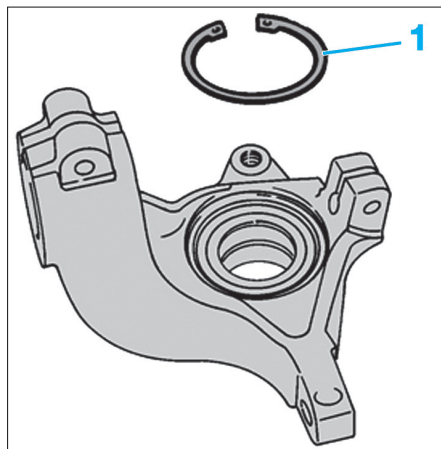

Fig. 32
- le circlips (1) de maintien de roulement de moyeu avant (Fig.32).